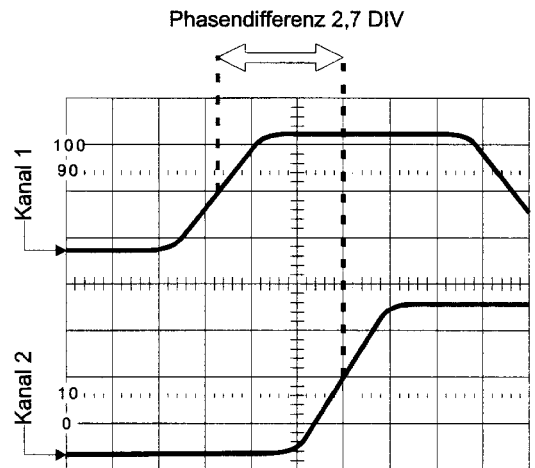

Abbildung 8.6-1
- 4.) Ermitteln Sie den Abstand (siehe **Abbildung 8.6-1**) und berechnen die Zeit entsprechend der eingestellten Ablenkgeschwindigkeit.